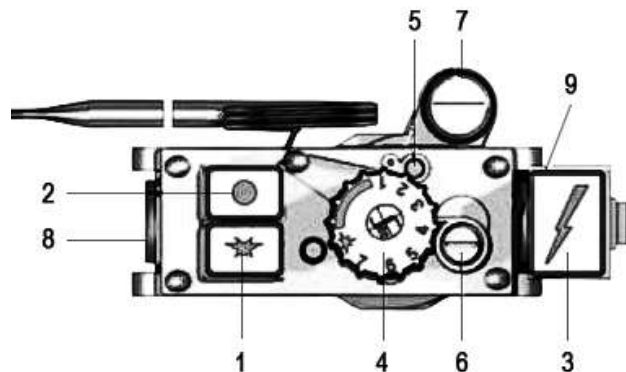
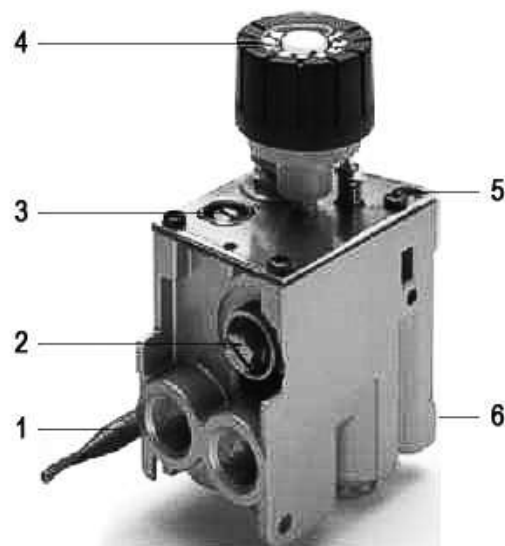

Рис. 10. Газовый блок 710 MINISIT
Рис. 11. Газовый блок 630 EUROSIT
- Медленно повернуть ручку управления (рис. 10, 11 поз. 4) по часовой стрелке в положение минимальной мощности (близко к положению выключения основной горелки) и в этом положении минимального расхода контролировать давление газа на выходе, которое должно быть не менее 3,5 мбар (350 Па). При необходимости произвести корректировку. При повороте винта настройки (рис. 11 поз. 3) на 630 EUROSIT или (рис. 10 поз. 6) на 710 MINISIT против часовой стрелки давление газа увеличивается.
- После проверки и настройки выходного давления при минимальном расходе, перевести ручку управления (рис. 10, 11 поз. 4) в положение «7».
- Контролировать давление газа на выходе, которое должно быть в диапазоне 9-10 мбар (900-1000 Па). При необходимости произвести корректировку. При повороте винта настройки (рис. 11 поз. 2) на 630 EUROSIT или винта под заглушкой (рис. 10 поз. 7) на 710 MINISIT по часовой стрелке давление газа увеличивается.